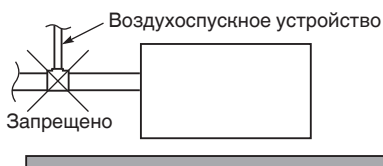

Рис. 3-10
- Не устанавливайте воздухопускное устройство, поскольку это может привести к разрыву дренажной трубы. (Рис. 3-10)